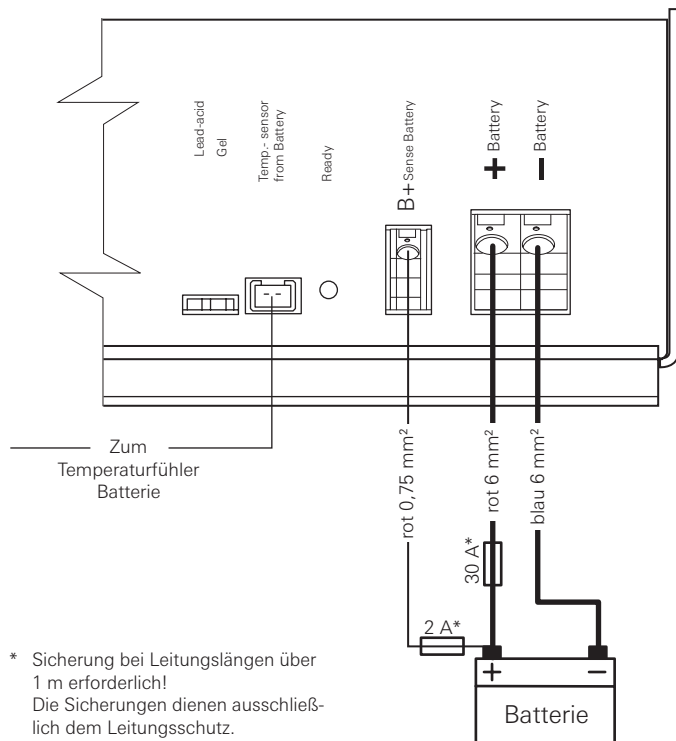

Bild 6: Anschlussplan
- Verbinden Sie das Ladegerät gemäß Anschlussplan (Bild 6) mit der Batterie. Achten Sie auf die Leitungsquerschnitte und den richtigen Anschluss der Pole. Die Minus-Ladestromleitung (blau 6 mm²) an den Minusausgang am Gerät und den Minuspol der Batterie anschließen.